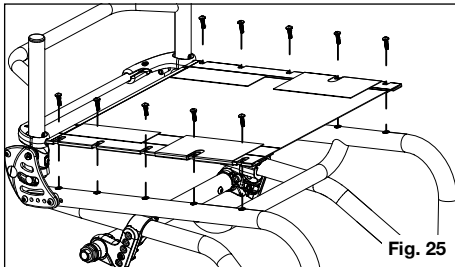

Fig. 25
2. Afloje los tornillos de cabeza de estrella (Fig. 25, 26) en el mismo lado del tapizado del asiento que la lengüeta de tensión ajustable.
6. Vuelva a apretar los tornillos de cabeza de estrella (Fig. 25, 26).
1. Quite los tornillos de cabeza de estrella de 5 mm (Fig. 25, 26) de los rieles del asiento a cada lado del chasis y déjelos a un lado.
5. Vuelva a colocar los tornillos de cabeza de estrella de 5 mm (Fig. 25, 26) enroscándolos parcialmente en su lugar. Una vez que todos los tornillos estén posicionados en su sitio, regrese sobre cada uno de ellos y fíjelos bien.